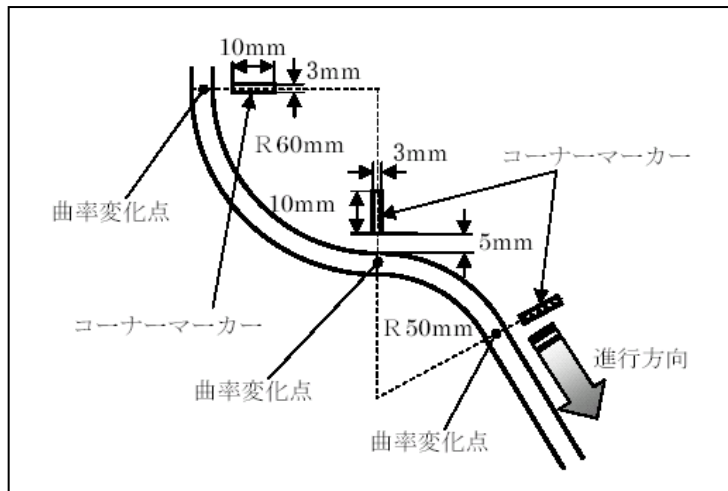

図6 コース円弧部分、コーナーマーカーの形状
4-6 コースの曲率が変わる地点には、進行方向左側の定められた位置（図6参照）にコーナーマーカーが白色で示されている。
- 3. コースは、曲率の変化する円弧が連続する場合もある。（図6参照）